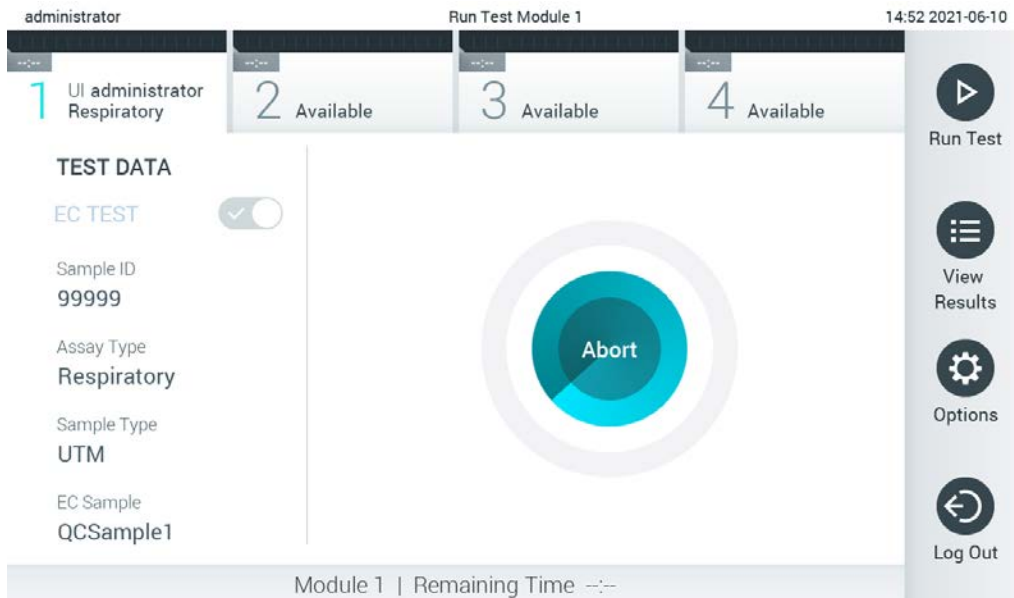

Figura 94. Afișarea execuției testării și a timpului rămas de rulare.
- La detectarea cartușului de test QIAstat-Dx, QIAstat-Dx Analyzer 1.0 va închide automat capacul orificiului de introducere a cartușului și va începe testarea. Nu mai este necesară nici o altă acțiune din partea operatorului. În timpul rulării testării, timpul rămas din rulare este afișat pe ecranul tactil (Figura 94, pagina următoare).